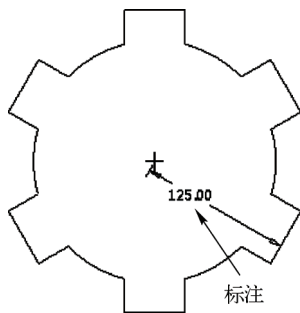

图 4-8 标注点线距离尺寸
STEP 02 在功能区选项板的“草绘”选项卡中，单击“尺寸”面板中的“法向”按钮，在绘图区中合适的直线和端点上依次单击鼠标左键，移动鼠标指针至合适位置，单击鼠标中键，标注尺寸，再次单击鼠标中键，即可完成点与线之间的距离尺寸标注，效果如图 4-8 所示。